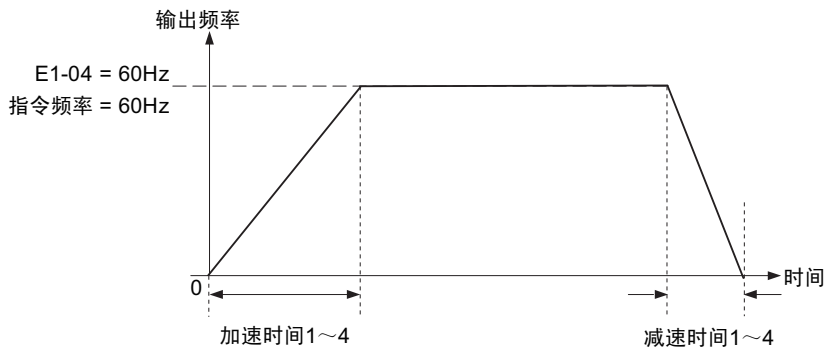
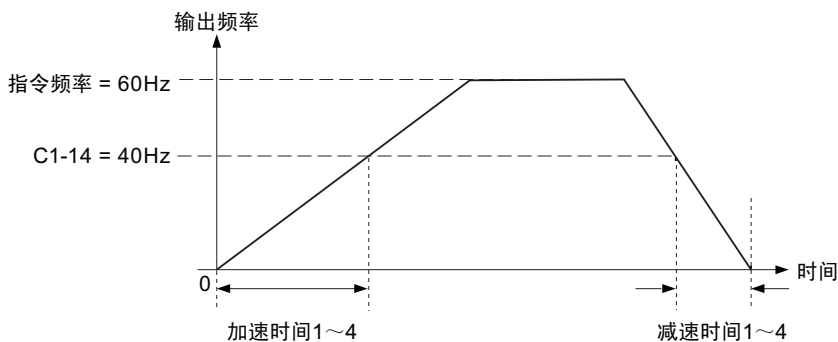
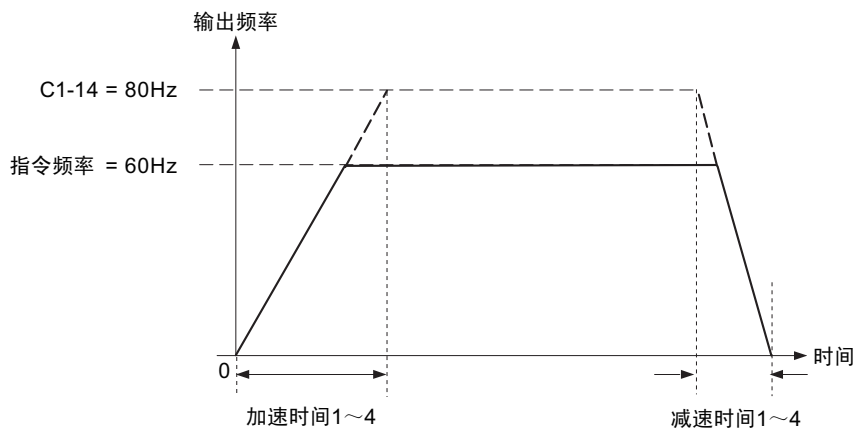

图 5.21 加减速速率示例 1 (C1-14 = 0Hz、E1-04 = 60Hz, 指令频率为 60Hz 时)
图 5.22 加减速速率示例 2 (C1-14 = 40Hz、E1-04 = 60Hz, 指令频率为 60Hz 时)
图 5.23 加减速速率示例 3 (C1-14 = 80Hz、E1-04 = 60Hz, 指令频率为 60Hz 时)
C1-14 = 0.0Hz 时的加减速速率示例如图 5.21 所示。
C1-14 ≠ 0.0Hz 时的加减速速率示例如图 5.22、图 5.23 所示。
- (注) 1. 图 5.21 ~ 图 5.23 的加减速时间, 表示将 C2-01 ~ C2-04 (加减速开始时与结束时的 S 字特性时间) 设为 0.00s 时的值。